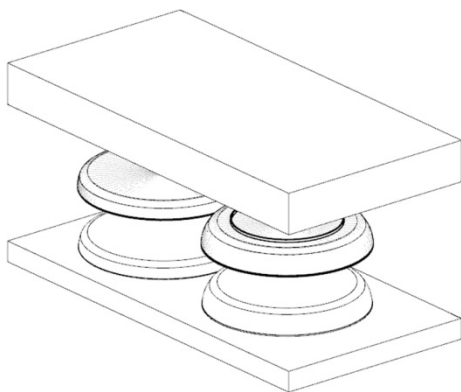

图 12-18 移动下面的零件
(44) 选取“菜单 | 编辑 | 移动对象”，选取上面的零件为移动对象，在【移动对象】对话框中“运动”选“距离”，“指定矢量”选“ $ZC \uparrow$ ”，“距离”设为 100mm，按 Enter 键确认，按“确定”按钮，移动上面的零件。
(45) 采用相同的方法，移动下面的零件，距离为-100 mm，如图 12-18 所示。